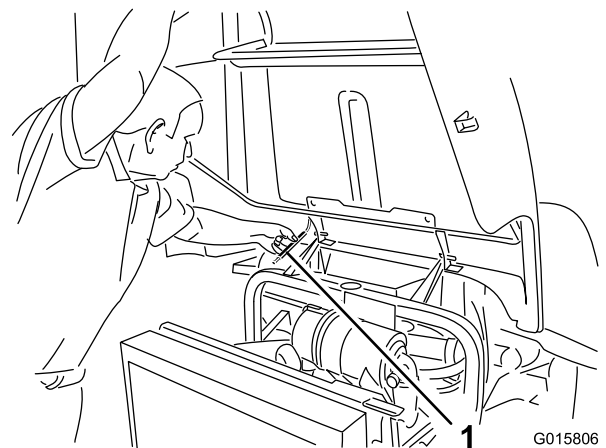

図 38
2. フレーム・チューブの下に支え棒が入る高さまでフードを持ち上げる (図 38)。